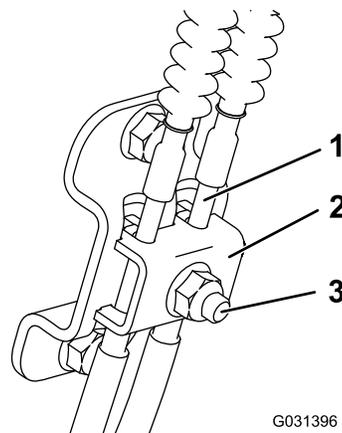

Figura 50
4. Desaperte o parafuso na abraçadeira do cabo no lado esquerdo da máquina (Figura 50).